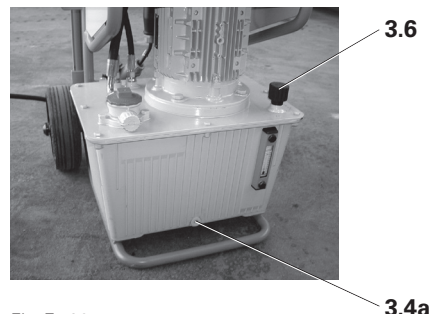

Fig. E1.02
5. Registrare il tipo di olio utilizzato e la quantità nella scheda di manutenzione. (Fig. E1.02)